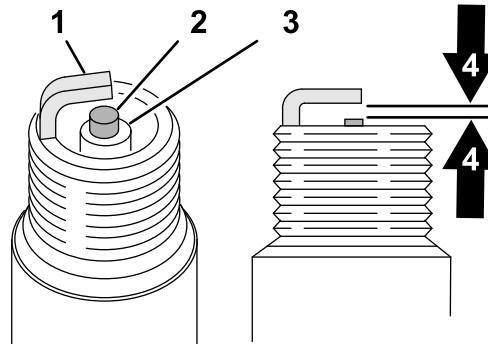

Figura 30
- Verificate che la candela non presenti usura o danni (Figura 30).
- Verificate la distanza tra le candele con una sezione di cavo (Figura 30).